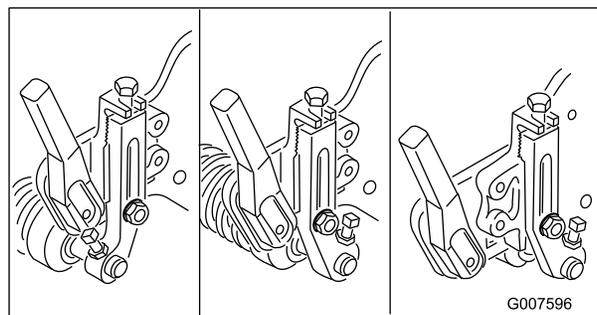

図 51
**注** 芝刈り作業の種類や好みにより、前ローラの取り付け方は、以下の種類から選択します 図 51。